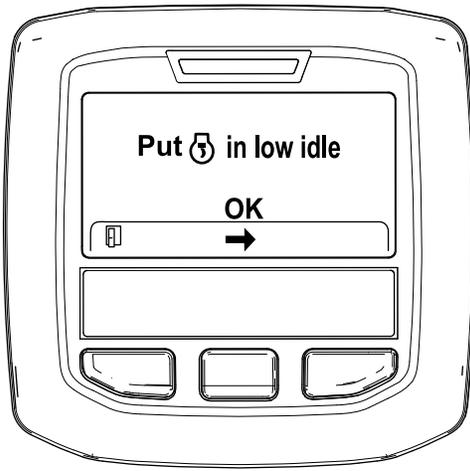

Figura 48
6. Mueva el control del acelerador en RALENTÍ BAJO y pulse el botón central (Figura 48).